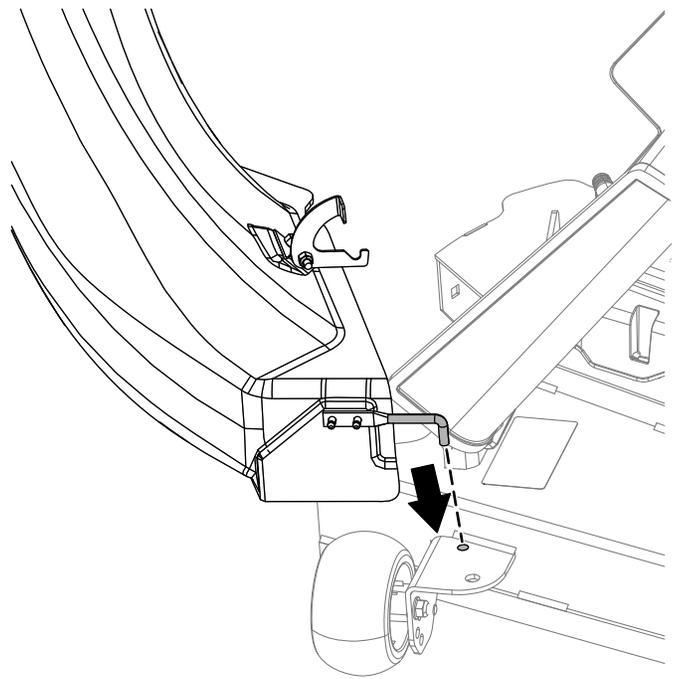

Figura 21
4. Incline a calha e instale o pino no furo na plataforma do cortador como se mostra na Figura 21.